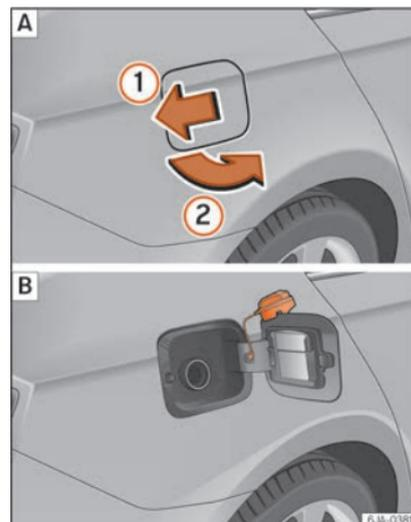

Fig. 241 Lato posteriore destro del veicolo: sportellino del serbatoio/sportellino del serbatoio con il tappo svitato.
Su un adesivo apposto nella parte interna dello sportellino del serbatoio è indicato il tipo di carburante adatto al veicolo, le dimensioni e la pressione di gonfiaggio degli pneumatici » **fig. 241** .
- Premere sullo sportellino del serbatoio nella direzione indicata dalla freccia **①** » **fig. 241**.
- Aprire lo sportello nella direzione indicata dalla freccia **②**.
- Svitare verso sinistra il tappo di chiusura del serbatoio e porlo sullo sportellino del serbatoio » **fig. 241** .
- Una volta sbloccato il veicolo con il comando di chiusura centralizzata, premere sullo sportellino del serbatoio nel senso della freccia **①** » **fig. 241**.